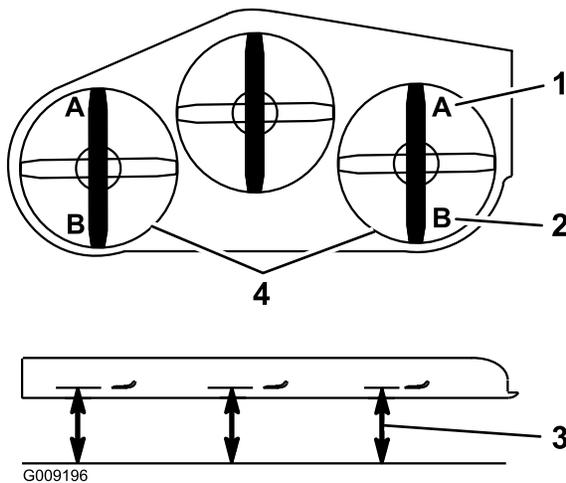

Figure 91
9. De chaque côté du tablier de coupe, mesurez la distance entre la surface plane et la pointe avant de la lame (position A). La distance obtenue doit être de 7,6 cm (3 po); voir Figure 91.
15. De chaque côté du tablier de coupe, mesurez la distance entre la surface plane et la pointe arrière de la lame (position B). La distance obtenue doit être de 8,3 cm (3,25 po); voir Figure 91.